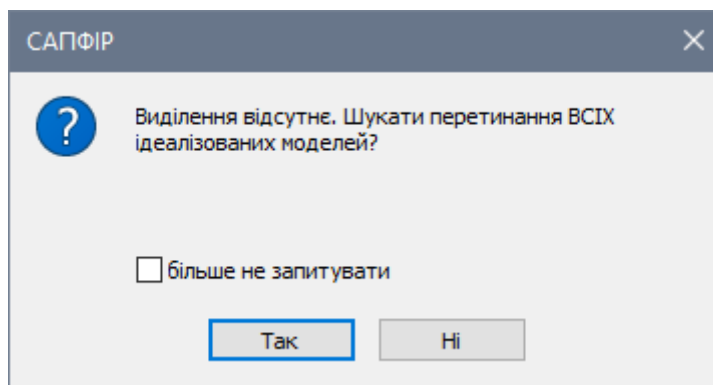

Рис. 14.32. Діалогове вікно **САПФІР**
- У діалоговому вікні **САПФІР** (рис. 14.32) натисніть кнопку **Так**.